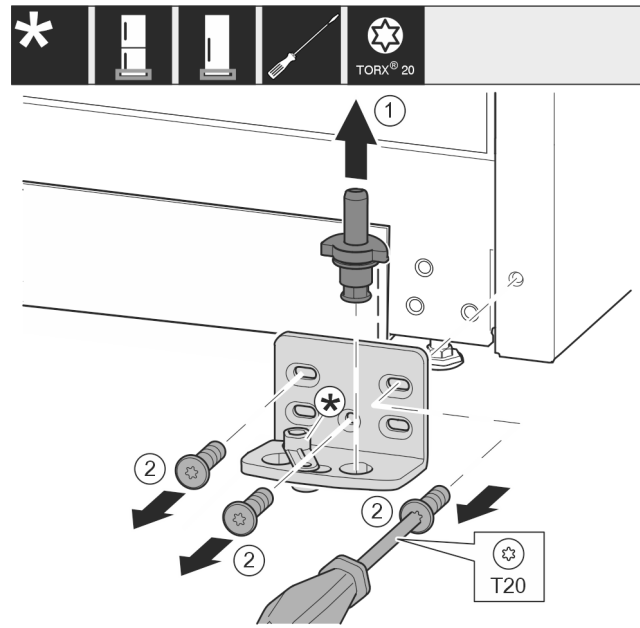

Fig. 12
- Irrota laakeripultti kokonaan vetämällä se pois yläkautta. Fig. 12 (1)
- Kierrä ruuvit irti T20-ruuvimeisselillä ja irrota laakeripukki. Fig. 12 (2)